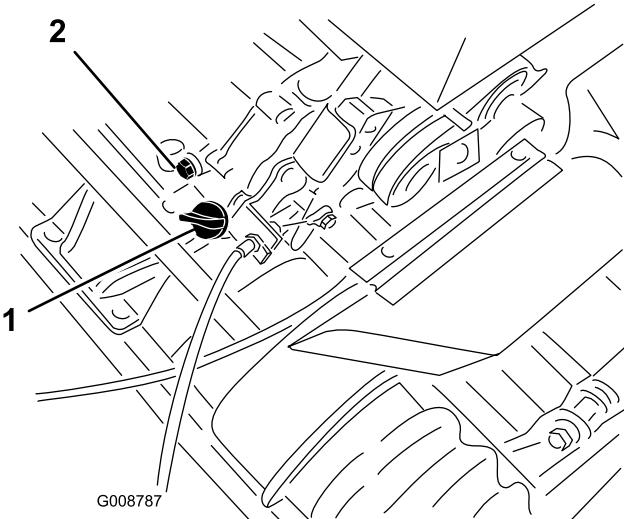

図 22
1. エンジンが水平になるように駐車し、オイルゲージの周囲をきれいに拭く(図 22)。
2. 機体下にあるドレンプラグ(図 22)の下に廃油受けを置く。